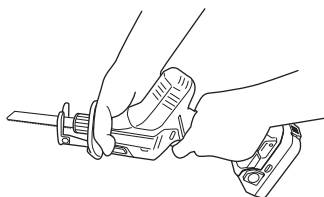

Fig. 16
- Veillez à tenir le corps par le haut du boîtier. (Fig. 16)